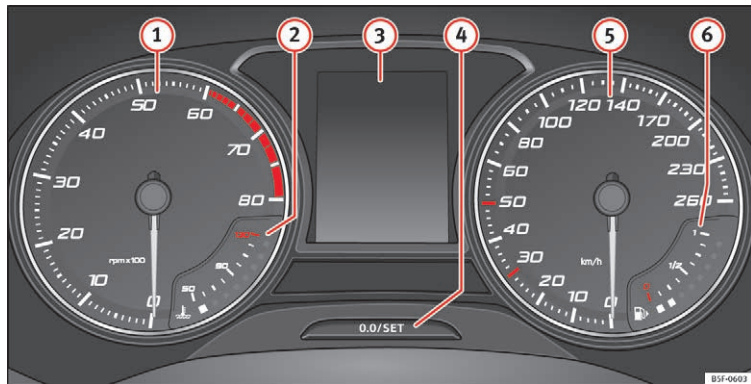

Fig. 109 Kombiinstrumentets display i instrumentpanelet
Supplerende informationer vedr. instrumenterne » Fig. 109:
Omdrejningstællernålen **①** **»** Fig. 109 må kun stå i det røde område **①** et øjeblik, ellers er der risiko for motorskade.
Omdrejningstælleren viser motoromdrejningstallet pr. minut **»** Fig. 109 **①**.
I kombiinstrumentets display **»** Fig. 109 **③** kan der alt efter bilens udstyr blive vist forskellige informationer, når tændingen tilsluttes:
- Tryk et kort øjeblik på knappen **»** Fig. 109 **④** for at nulstille triptælleren.
- Hvis du trykker på knappen **④** og holder den inde i 3 sek., bliver den sidste værdi vist.
- Når klokkeslættet skal indstilles, skal du trykke knappen **»** Fig. 109 **④** og holde den inde i mere end 3 sek. for at indstille timerne eller minutterne. **»**
Tryk på knappen » **Fig. 109 4** i mere end 15 sek. for at få vist bilens motorbogstaver. I den forbindelse skal tændingen være tilsluttet, og motoren skal være standset.
Kølevæsketermometret **2** » **Fig. 109** virker kun, når tændingen er tilsluttet. For at undgå motorskader skal du overholde følgende anvisninger vedr. temperaturområderne.